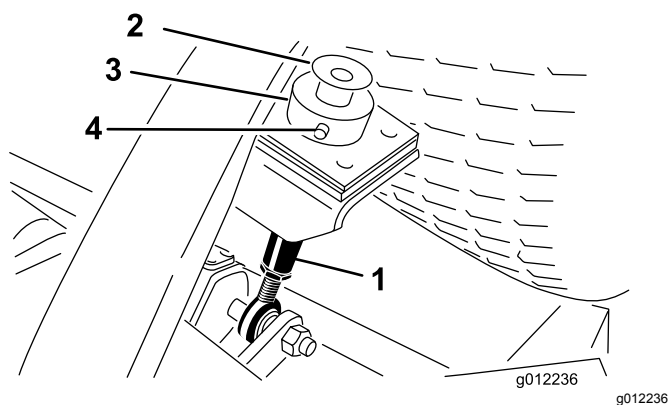

Figura 23
2. Retire o parafuso e anilha montados na parte superior de cada barra de altura de corte (**Figura 23**).
unidade de corte (**Figura 23**). Retire o anel da altura de corte.